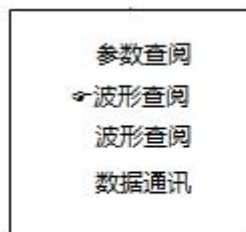

图6
1、打印完后按“退出”键进入图6所示的“处理菜单”，移动光标到“波形存储”处，按“确认”键则菜单中将出现一个“■2”项。这个数字代表当前储存的位置，用“↑”、“↓”键可改变“■2”的数值即改变储存的位置。选择存储位置后，按“确认”键仪器自动删改“■2”的内容，“■2”变为“OK”字样后则存储完毕。